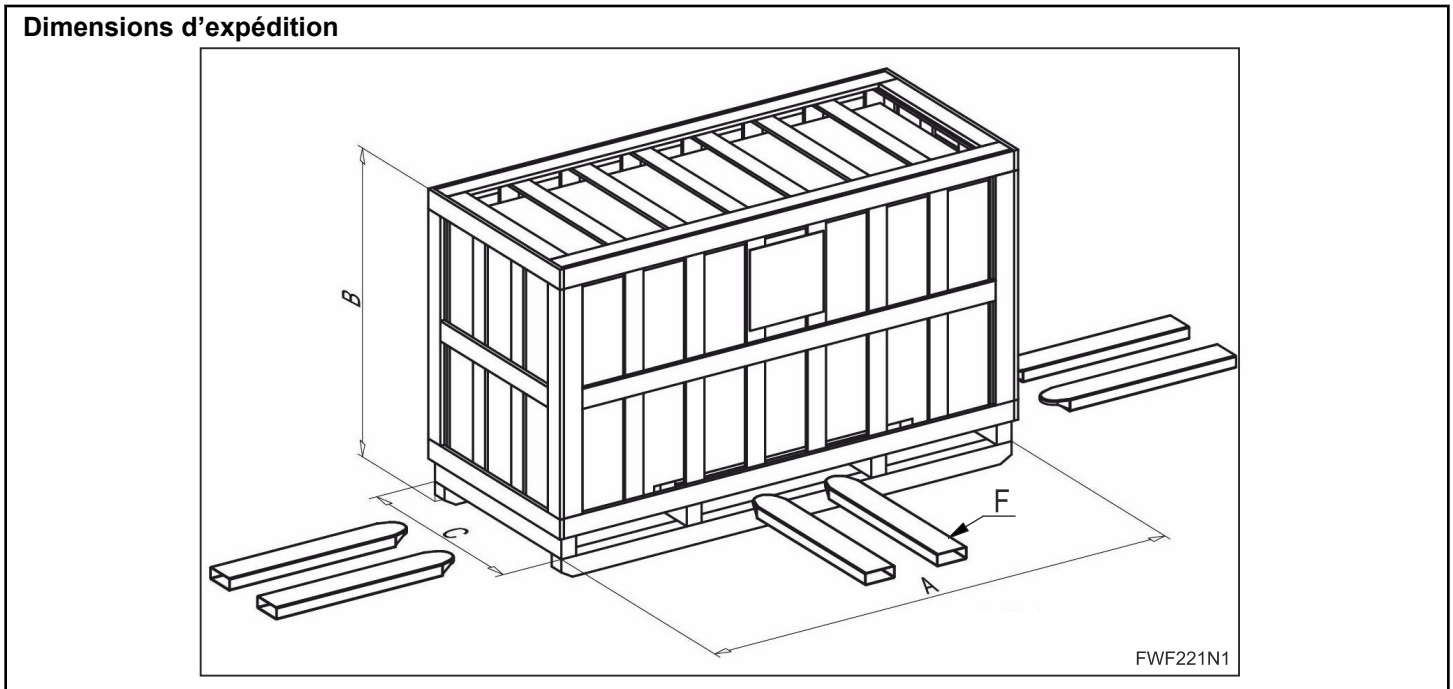

Figure 6
- La machine dans son emballage peut être transportée à l'aide des fourches d'un chariot élévateur, d'un transpalette. voir *Figure 6*. Pour des données sur le poids, voir *Tableau 4*.
- Pour un transport par la partie frontale (F), il est nécessaire d'engager les fourches au milieu de la palette. voir *Figure 6*.